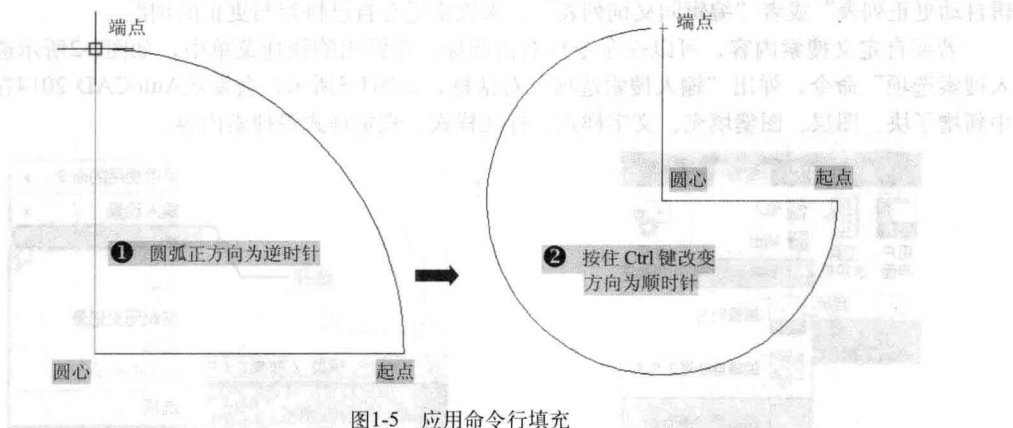

图1-5 应用命令行填充
- ◆ 圆弧：按住Ctrl键可切换要绘制的圆弧的方向，这样可以轻松地绘制不同方向的圆弧，如图1-5所示。